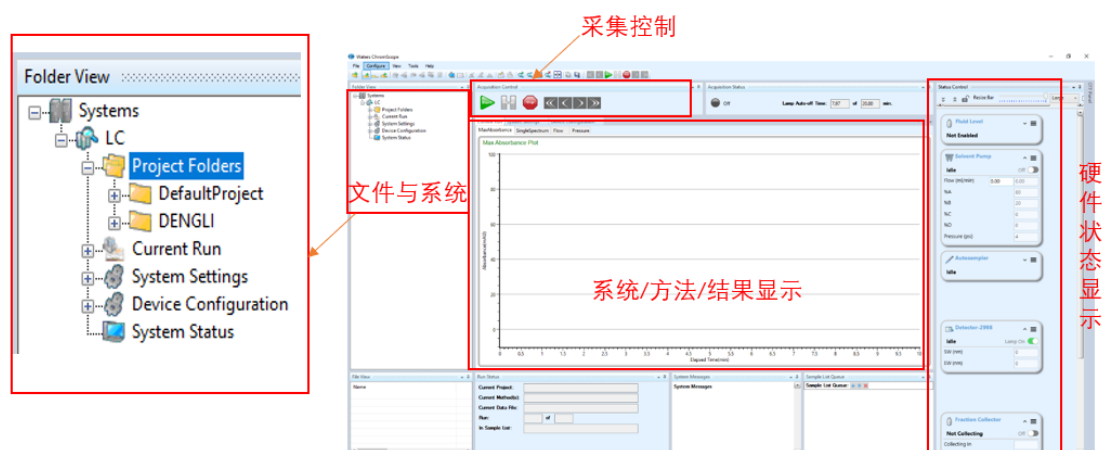

图 6-3
- 在图 6-3 主界面，右侧文件与系统界面，选中 Project Folders-右键-Add new projects